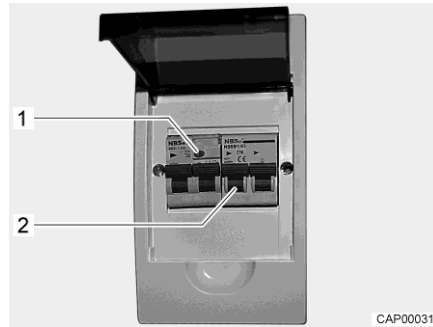

Fig. 69 Coffret de fusibles 230 V avec disjoncteur de protection de circuit et disjoncteur FI
Un disjoncteur différentiel (disjoncteur FI) dans le coffret de fusibles protège tout le véhicule contre le courant différentiel (0,03 A). Le disjoncteur de protection de circuit connecté en aval (10 A) (Fig. 69,2) protège le réseau de bord 230 V.
- Lorsque le véhicule est raccordé à l'alimentation 230 V, appuyer sur la touche de contrôle (Fig. 69,1). Le disjoncteur différentiel doit se déclencher.